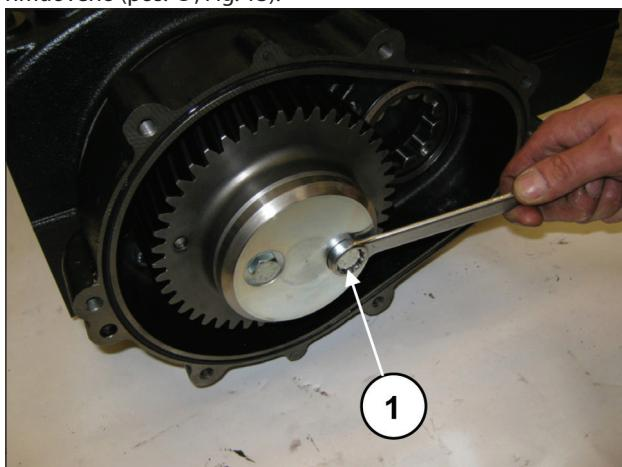
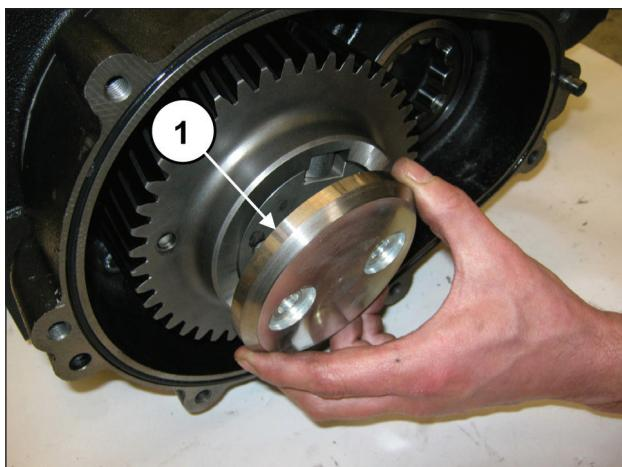

Fig. 12
Fig. 13
Svitare le viti che fissano il fermo corona (pos. ①, Fig. 12) e rimuoverlo (pos. ②, Fig. 13).